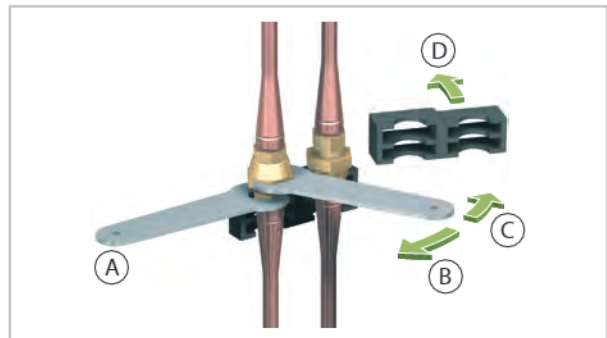

Abb. 14: Abschrauben der linken Überwurfmutter
9. Schrauben Sie die linke Überwurfmutter mit dem beiliegenden Maulschlüssel SW 24 ab. Halten Sie dabei mit dem zweiten Maulschlüssel SW 21 am unteren Kupplungsteil gegen (Abb. 14).